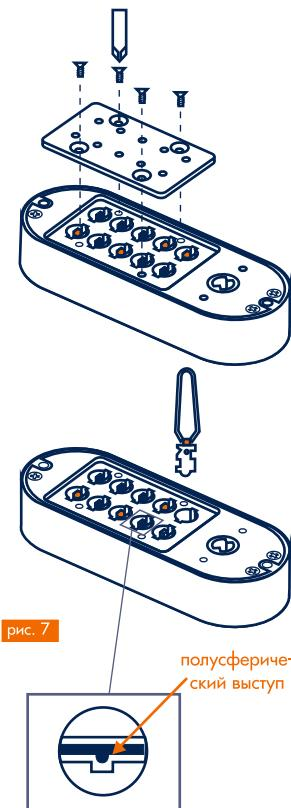

рис. 8
Нажмите на кнопку С и, не отпуская, аккуратно поменяйте местами пины, вынимая и вставляя их на нужное место пинцетом (7). полусферический выступ на плоскости пина должен совпасть с прямоугольной прорезью на корпусе замка. рис. 8! Красные пины отвечают за комбинацию замка. Последовательность их нажатия не важна. Выбрав необходимую комбинацию, приложите крышку на место и, аккуратно ее придавив, закрутите 4 шурупами. Установите замок на дверь. Перед набором, любого кода нажмите кнопку с буквой «С». Проверьте, работает ли ваш новый код.